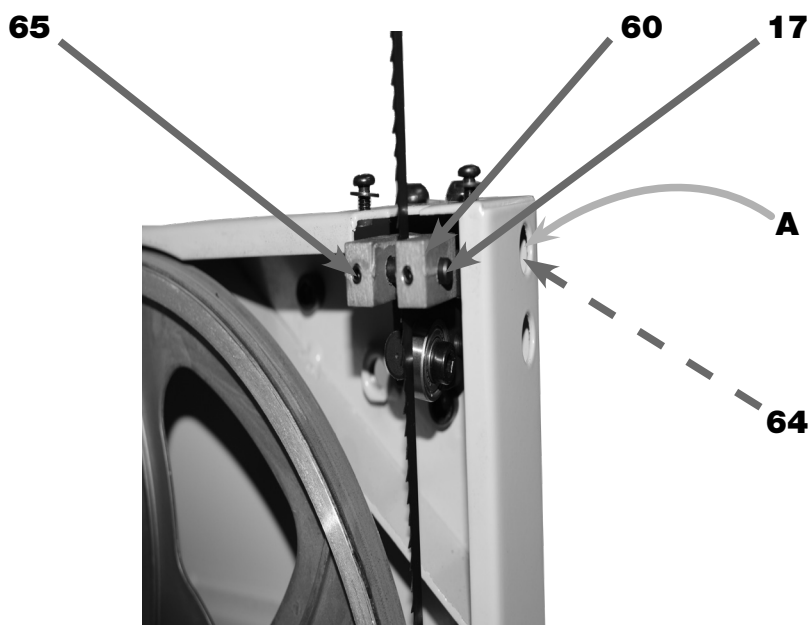

FIGURA 29 – Ajuste da Guia Fixa
32. APROXIMAR as Pastilhas (17) até tocar na lateral da Lâmina de Serra de Fita (02), SEM TOCAR nos dentes (figura 29);
8. PRESSIONAR levemente com o dedo indicador a lateral da Lâmina de Serra de Fita (02), na metade do comprimento entre a Mesa de Corte (15) e a Guia Superior (14);
9. OBSERVAR o deslocamento da Lâmina de Serra de Fita (02) que deve ser de 1 a 2 mm (figura 29);
- a. Se o deslocamento for superior a 2 mm, TENSIONAR a Lâmina de Serra de Fita (02), girando 1 volta na Alavanca Tensionadora (24) no sentido HORÁRIO;
- b. Se a tensão estiver correta, PROSSEGUIR no item 10.
10. FECHAR a Porta Superior (22);
11. ENCAIXAR a Palheta de Segurança (12) na Chave LIGA/DESLIGA (11);
12. CONECTAR o Plugue de Alimentação (31) na Rede Elétrica do usuário;